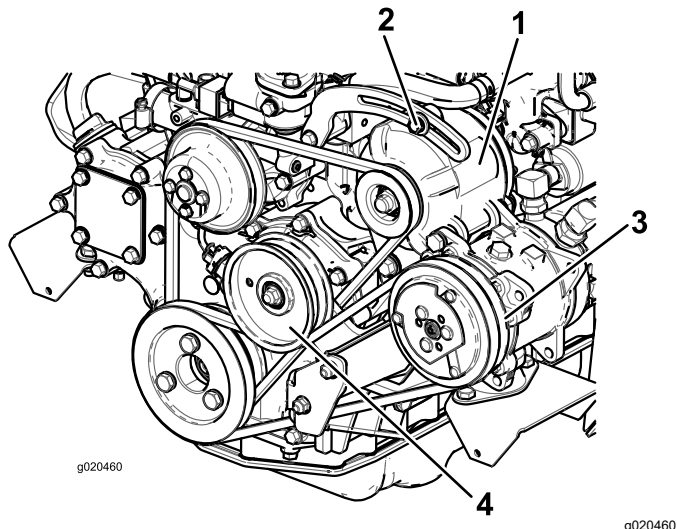

Figura 114
Se la flessione non è di 10 mm, allentate i bulloni di fissaggio dell'alternatore (Figura 114).
2. Se la flessione non è di 10 mm, allentate il bullone di fissaggio della puleggia tendicinghia (Figura 114). Aumentate o riducete la tensione della cinghia del compressore e serrate il bullone. Controllate di nuovo l'inflessione della cinghia per accertare che sia esatta.
Controllate lo stato e la tensione della cinghia (Figura 114) ogni 100 ore di servizio.